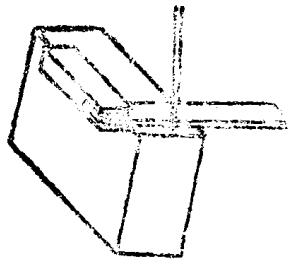

图 2-14 用直角尺划垂直线
2) 用直角尺划垂直线 图2-14是用直角尺根据已加工的平面来划垂直线的方法。
(3) 角度线的划法